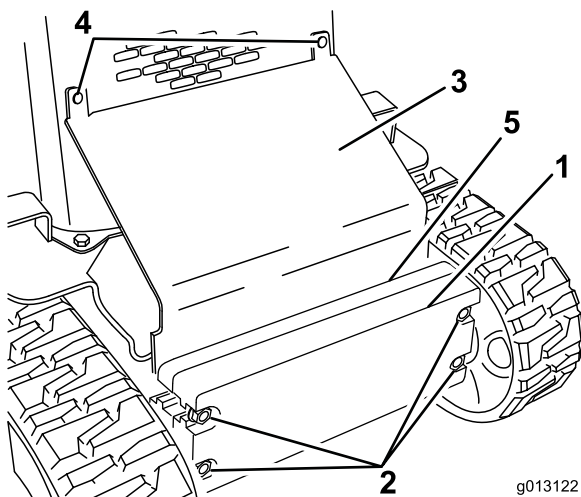

Figure 31
2. Desserrez les boulons de fixation des masses (Figure 31).
3. Enlevez les boulons de carrosserie et les écrous de fixation de la plaque inclinée (Figure 31).
10. Glissez la plaque inclinée entre le cadre et les masses, et fixez-la au panneau avant à l'aide des boulons de carrosserie et des écrous retirés précédemment (Figure 31).
11. Serrez les boulons de fixation des masses avant (Figure 31).